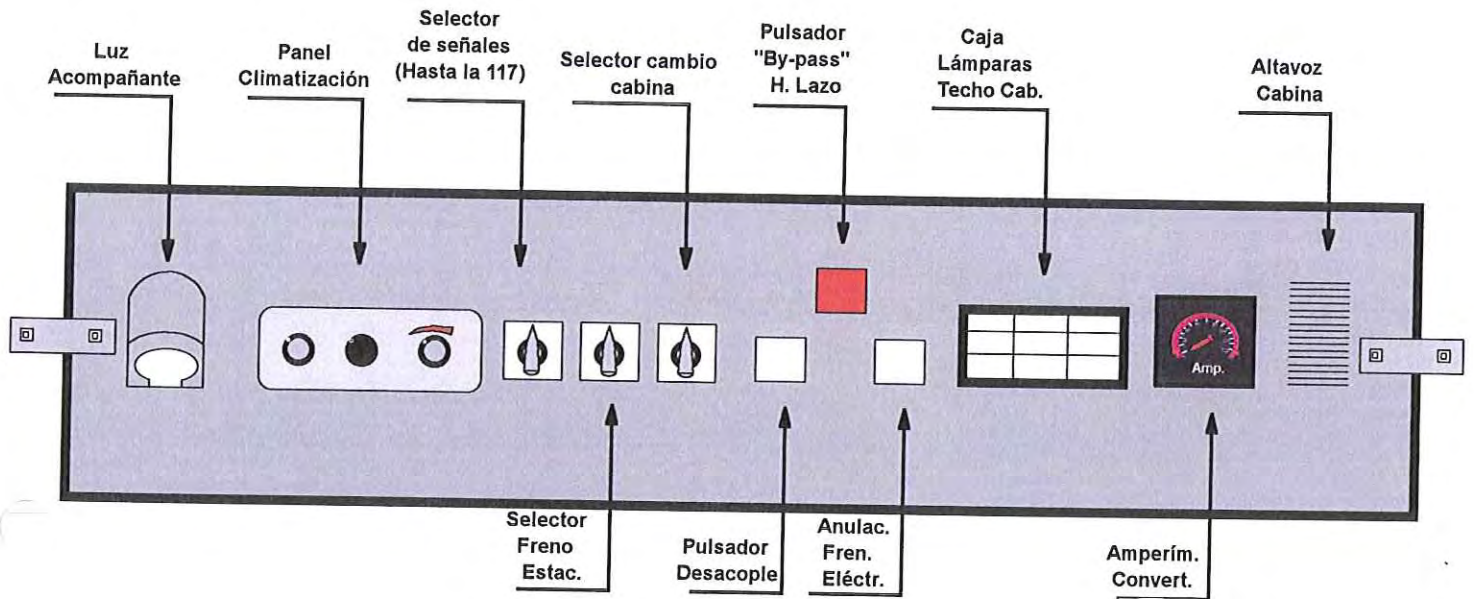

Figura 4 Panel superior en techo cabina
2.2.2.- Panel de mando en trampilla del techo de la cabina (Figura 4)